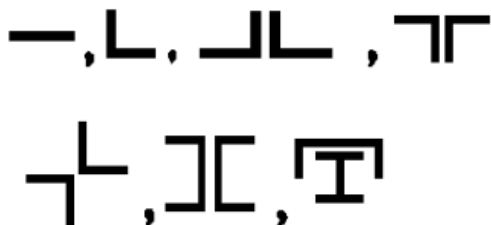

Рисунок 70 - Обозначение условного расположения профилей
**Поясняющие надписи.** Если элемент конструкции состоит из одного профиля или на чертеже изображено действительное число входящих в сечение профилей и их действительное расположение, то число профилей не указывают. Условное обозначение профилей и их действительное расположение в элементе конструкции допускается изображать по типу (рис. 70), приводя также данные о размерах профилей.